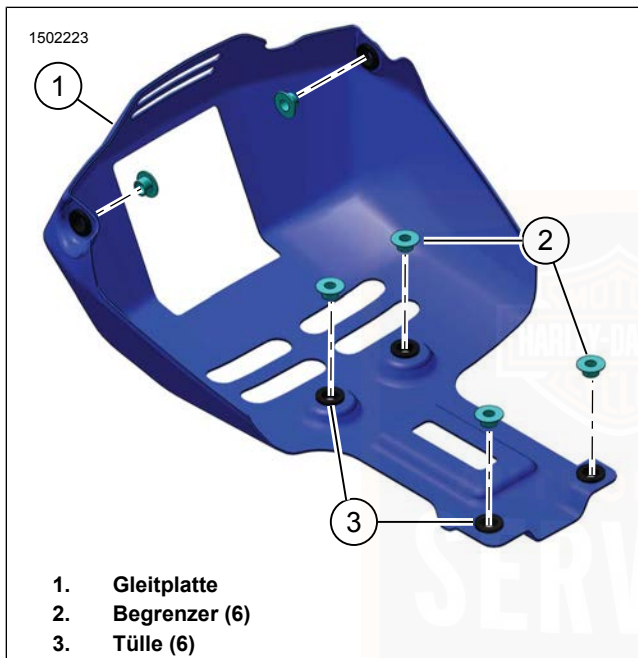

Abbildung 73. Gleitplattenbegrenzer
1. Siehe Abbildung 73. Sicherstellen, dass die Tüllen (3) und Begrenzer (2) ordnungsgemäß positioniert sind.